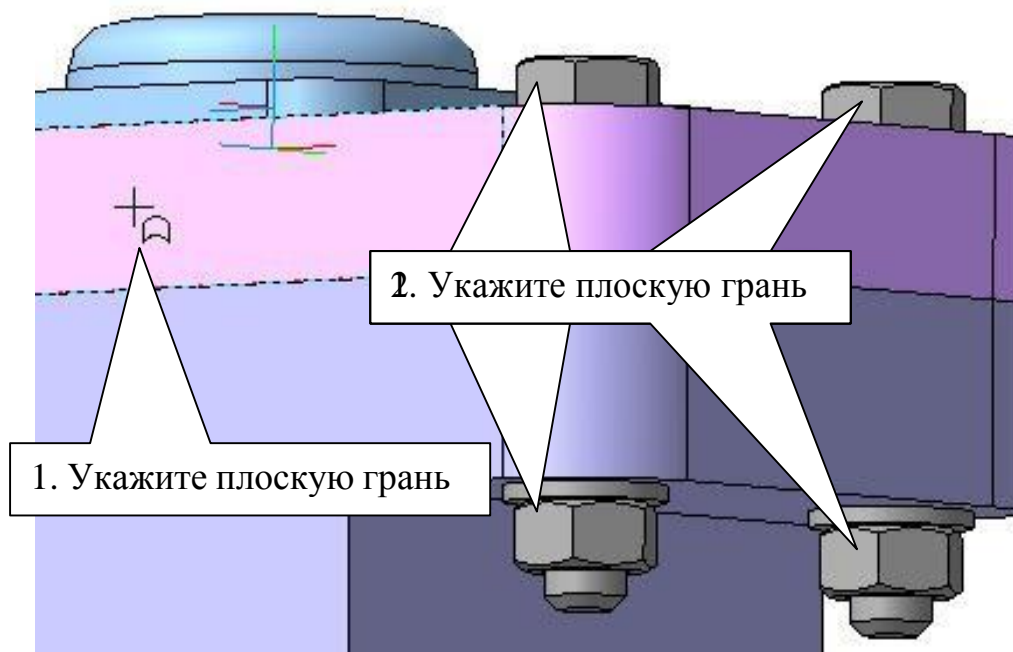

Рис. 22
• Установите ориентацию шестигранных призм таким образом, чтобы грань призмы была бы параллельна фронтальной плоскости. На панели **Сопряжения** выберите сопряжение **Параллельность**. Укажите курсором плоскую грань, рис. 22, нажмите на панели специального управления кнопку **Запомнить состояние** и укажите курсором последовательно грани болтов и гаек.